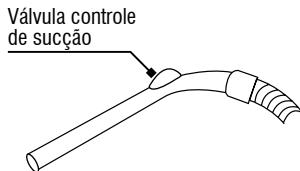

Fig. 14 – Regulagem da força de sucção
- 3. É possível regular a succão do aspirador. Quando for aspirar materiais mais frágeis, abra a válvula de succão. Desta forma a força de aspiração será menor, conforme mostra a Fig. 14.